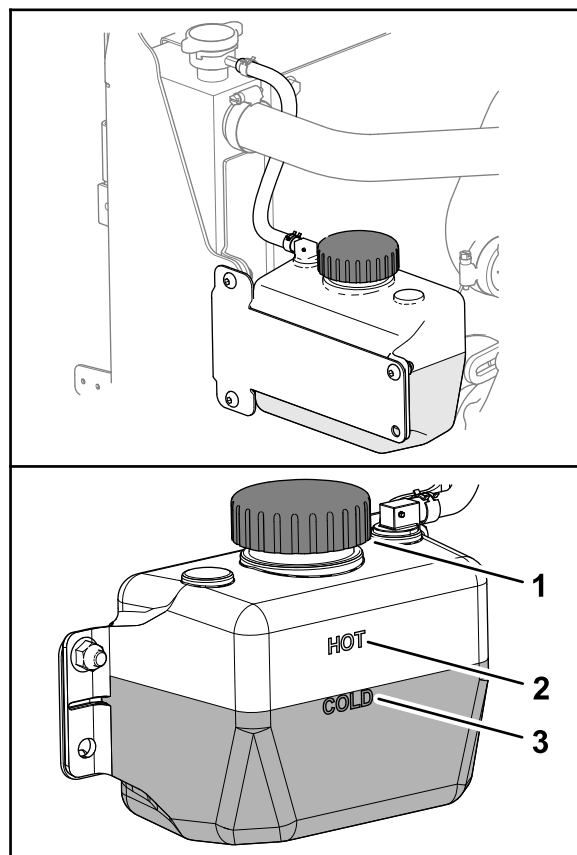

Figura 135
3. Controllate il livello di refrigerante nel serbatoio (Figura 135).